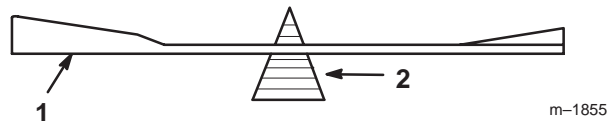
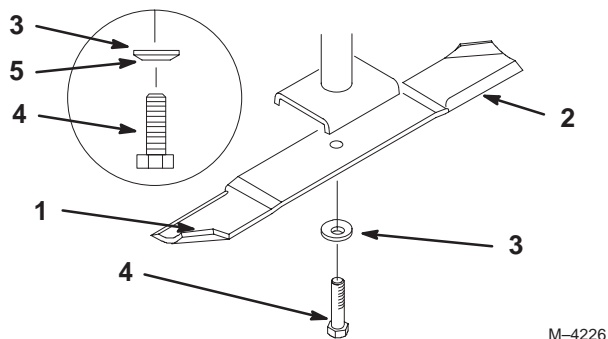

Figure 34
Figure 35
1. Tenez la lame à son extrémité avec un chiffon ou un gant épais. Retirez le boulon, la rondelle élastique et la lame de l'axe de la lame (Fig. 35).
2. Vérifiez l'équilibre de la lame en la plaçant sur un équilibreur (Fig. 34). Si la lame reste horizontale, elle est équilibrée et peut être utilisée. Si la lame est déséquilibrée, limez un peu l'extrémité de la partie incurvée seulement (Fig. 35). Répétez la procédure jusqu'à ce que la lame soit équilibrée.
1. Placez la lame sur l'axe (Fig. 35).
2. Installez la rondelle élastique et le boulon de la lame (Fig. 35). **Serrez le boulon à 115–150 Nm (85–110 pieds-livres).**